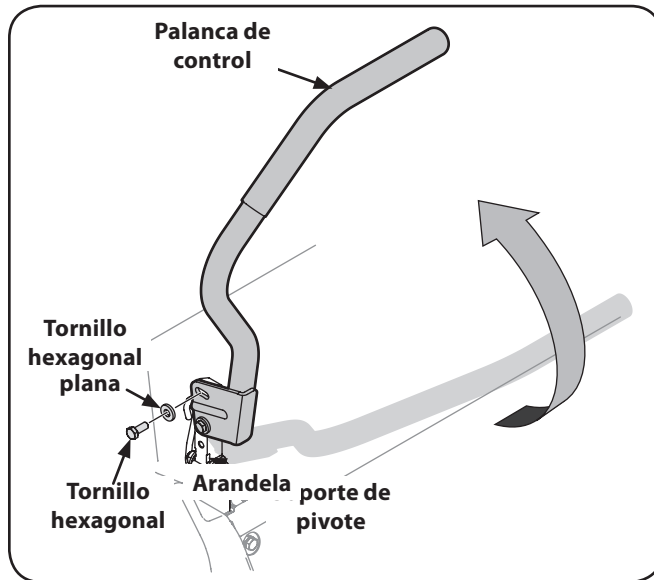

Figura 3-4
4. Levante y gire esa palanca de control hacia arriba hasta que el orificio ranurado en el soporte de la palanca se alinea con uno de los orificios del soporte de pivote. Vea la Figura 3-4.